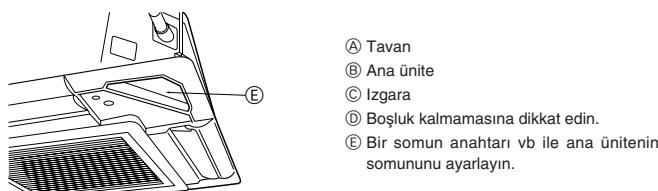

Fig. 5-7
5.4.3. Izgaranın tespit edilmesi (Fig. 5-7)